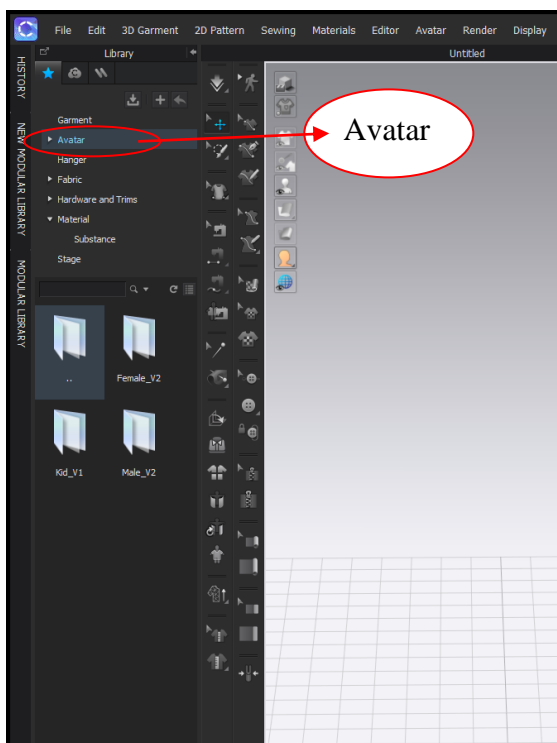

Рисунок 5.1 – Выбор модели
1. Выбор модели. Встроенная библиотека содержит аватары разных полов, возрастов и типов телосложения (рис. 5.1).